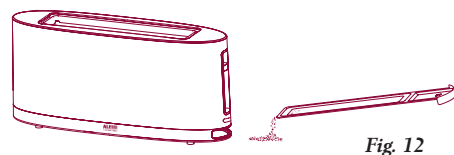

Fig. 12
- Nettoyer la surface extérieure à l'aide d'un chiffon souple humidifié et l'essuyer soigneusement. Ne pas renverser ou secouer le grille-pain; pour éliminer les miettes, extraire le plateau inférieur après chaque utilisation (fig. 12).